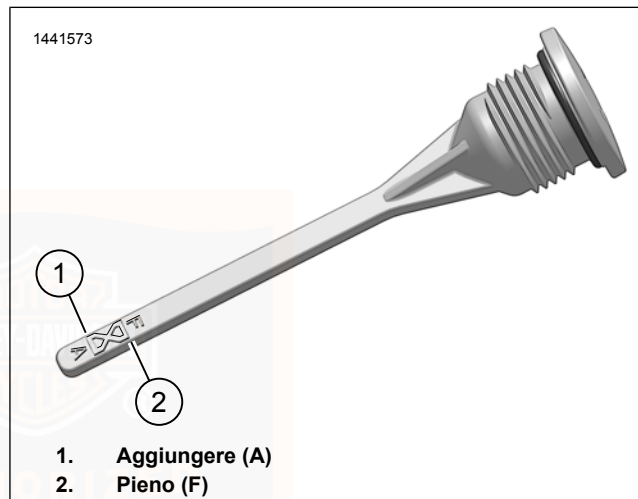

Figura 66. Livello dell'olio del cambio
4. Vedere Figura 66. Rimuovere il tappo del rifornimento/l'astina di livello dell'olio. Verificare il livello dell'olio sull'astina di livello. Il livello corretto dell'olio è compreso tra i contrassegni Add (aggiungere) (A) e Full (pieno) (2).
1. Vedere Figura 66. Rimuovere il tappo del rifornimento/l'astina di livello dell'olio del cambio.
6. Verificare il livello dell'olio. Aggiungere olio quanto basta per portare il livello tra i contrassegni ADD (aggiungere) (A) e FULL (pieno) (F). Vedere Figura 66.